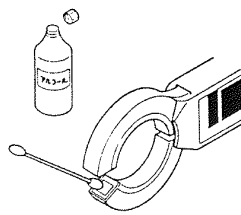

図10
- ・コアに異物が付着した場合には、柔らかい布か、または綿棒にアルコールを浸して拭き取ってください。(図10)